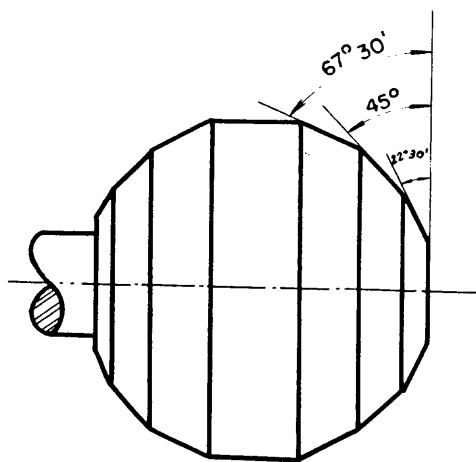

Fig. 1
- 2º Paso *Haga chaflanes a 45° (fig. 1).*